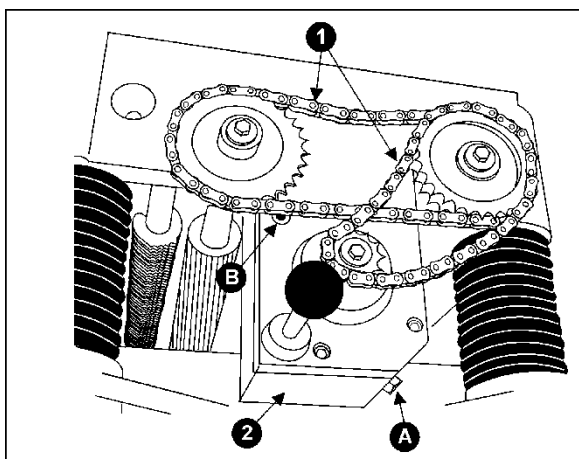

Рис. 29
1. Открутить сливную пробку (А, см. Рис. 29) с помощью гаечного ключа на 14 мм и снять крышку заливной горловины (В, см. Рис. 29). Слить отработанное масло.
2. Затянуть сливную пробку (А, см. Рис. 29).
3. Залить через отверстие новое масло (В, см. Рис. 29).
4. Затянуть крышку заливной горловины (В, см. Рис. 29).